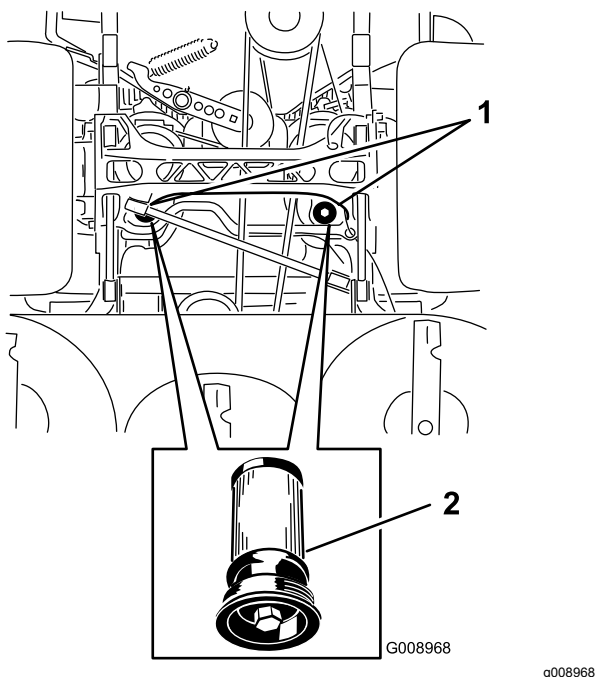

Bild 94
5. Stellen Sie eine Auffangwanne unter den Filter, nehmen Sie den alten Filter heraus und reinigen Sie die Oberfläche (Bild 94).
6. Ölen Sie die Gummidichtung am Ersatzfilter leicht mit Frischöl ein (**Bild 94**).